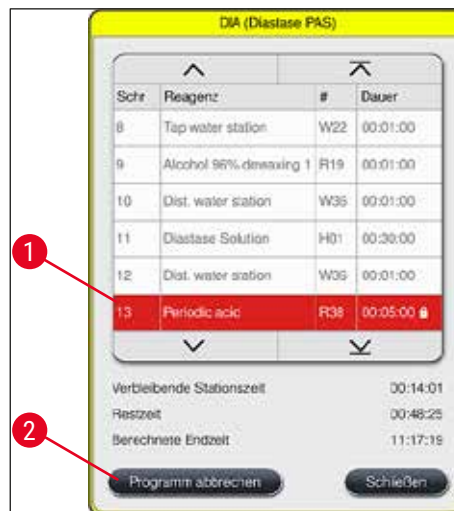

Abb. 90
2. Es erscheint eine Liste der Programmschritte (→ "Abb. 90"); der aktuelle Schritt ist rot markiert (→ "Abb. 90-1").